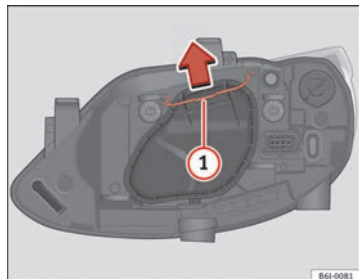

Fig. 157 Feu de croisement/de route projecteur simple
- Déplacez le tirant ⇒ fig. 157 ① dans le sens de la flèche puis retirez le cache.